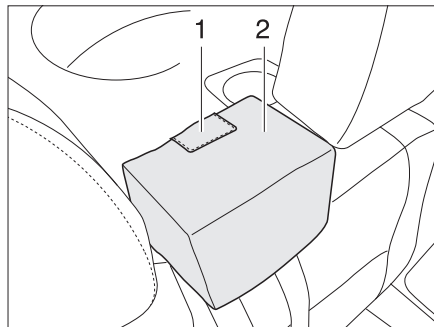

Fig. 12 Ceinture de sécurité banquette
- Presser fermement le bloc ceinture (Fig. 12,2) vers le bas des deux mains et le relâcher.
- Presser sur la zone indiquée (Fig. 12,1) du coussin.